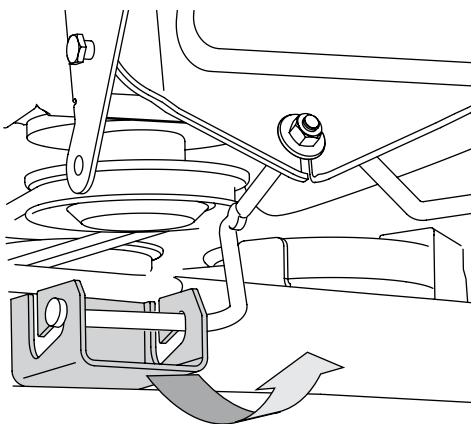

Figura 4-13
8. En las plataformas de 38", deslice suavemente la plataforma de corte hacia la parte delantera del tractor, guiando cuidadosamente los ganchos en la plataforma fuera de la barra estabilizadora de la plataforma. Vea la Figura 4-13.